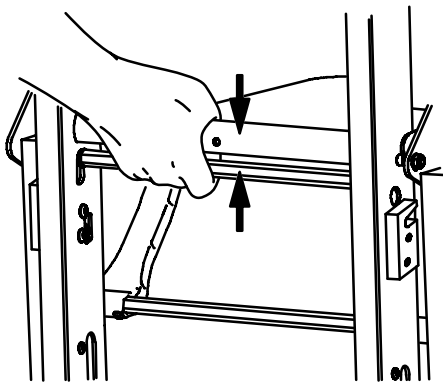

Figur 6 – Fotändens lyfthandtag
2. Fotändens bärare: Tryck på de röda frigöringsknapparna för att dra ut fotändens lyfthandtag och dra ut handtagen tills det tar stopp (Figur 6). Släpp knapparna för att låsa fast handtaget.